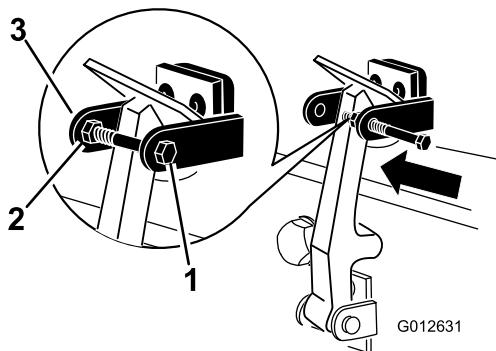

図 7
8. フードラッチブラケットのもう一つのアームにボルトを取り付けてラッチをロックする 図 7。ボルトをしっかりと締め付けるが、ナットは締め付けない。